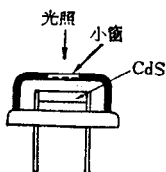

图 5·7 单晶型 CdS 光敏电阻
受光面积为 1 毫米 × 0.5 毫米左右时,光灵敏度约为 0.1 安/流明,至于光电流则是几十微安左右。工作范围在 5200 埃—3000 埃之间。响应时间和延迟时间也都比较短,只有几毫秒左右(图 5·7)。
**[2] CdS 多晶** 由于感光面大,可以获得比较大的电流,用隐埋法制成的 CdS 光敏电阻在 50 伏、100 勒克司下,可以获得 6—7 毫安的光电流,而用烧结法制成的 CdS 光敏电阻(图 5·8)在 10 伏、50 勒克司下,可以得到 10 毫安的光电流。特别是用烧结法制成的光敏电阻,光谱灵敏度范围比单晶宽广,延伸到长波方面。但是光电流的时间延迟却比单晶大得多,衰减时间短时不能使用(在 1 千赫以上时难以使用)。